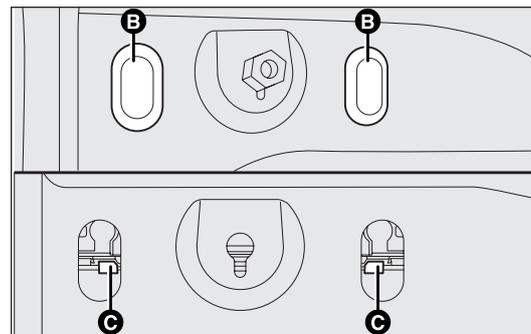

fig. 159a
- para versiones con puertas de hojas, retire los tapones de goma B-fig. 159a y actúe en las patillas C de sujeción, extraiga el grupo;